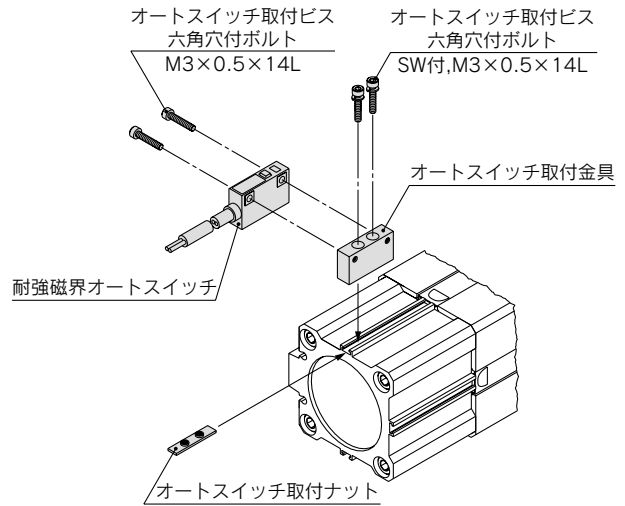
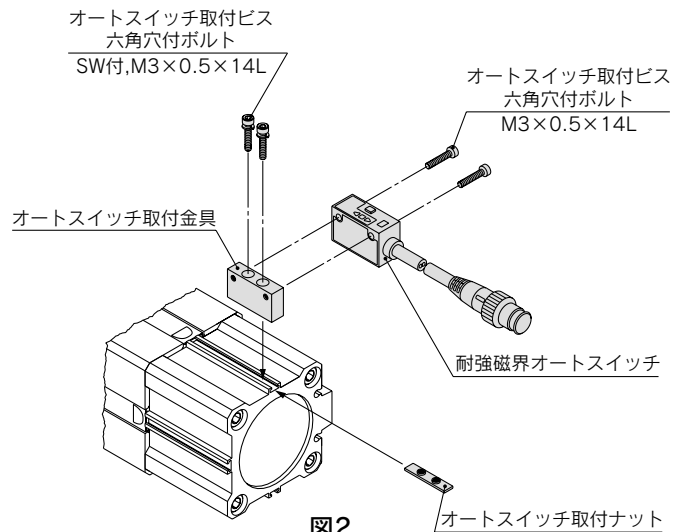

図1
図2
- ①オートスイッチ取付金具にオートスイッチ取付ナットを上面の通し穴部から取付金具取付ビスにてはずれない程度に取付けます。
- ②オートスイッチ取付ナットをAss'yした取付金具をレール溝部に取付け(ナットをレール溝部に通す。)大体のオートスイッチ取付位置にセットします。
- ③オートスイッチ本体の通し穴部にオートスイッチ取付ビスを通して取付金具にオートスイッチを仮固定します。
- ④検出位置を確認後、オートスイッチ取付金具取付ビスおよびスイッチ取付ビスを締め込み、オートスイッチを固定します。(締付トルクは、0.5~0.7N・m程度としてください。(図1、および図2参照))
- ※D-P79WSEのみ、オートスイッチ取付金具に装着する際の取付方向性があります。必ず、軟質樹脂モールド面がオートスイッチ取付金具と接するように装着してください。(図2参照)